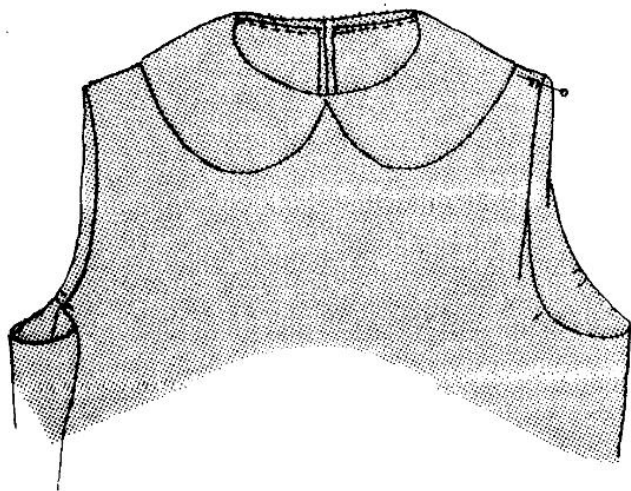

Рис. 151
9. Отогните внутрь края проймы изделия и обтачки у плечевых швов и сколите. Вам будет удобнее, если вы отогнете побольше (рис. 151).